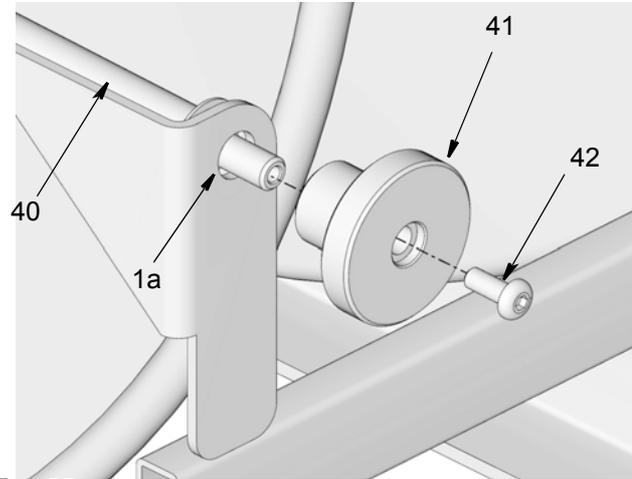

FIG. 27
2. Knopf (41) gegen Uhrzeigersinn drehen, um Bremsspannung zu entfernen.
3. Schraube (42) lockern und vom Ende des Knopfs (41) entfernen (FIG. 27).
4. Knopf (41) vom Ende der Stange (40) entfernen (FIG. 27).
5. Mutter (24) lockern und entfernen und Bandclip (34a) von Ankerbolzen (37) abziehen.
8. Band (34) aus Bremsnabe (12) entfernen.
9. Ende der Stange (40) aus Rahmen (1a) ziehen (FIG. 27).
14. Ende der Stange (40) durch Loch (27a) schieben (FIG. 27).
15. Knopf (41) wieder auf Ende der Stange (40) installieren. Schraube (42) installieren. Schraube sicher festziehen, um Knopf in Position zu halten (FIG. 27).